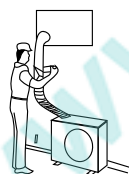

Рис. 6
- Оберните изоляционной трубу от нижней части внешнего блока до верхней части трубы, где она входит в стену. После того, как вы сделаете один оборот лентой, перекройте его следующим внахлест (Рис. 6).